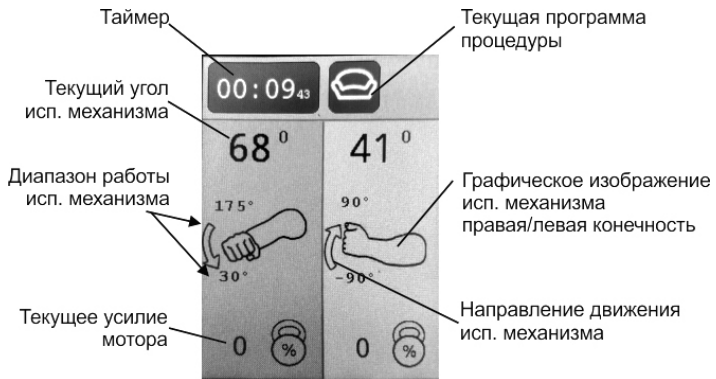

Рисунок 5.3 – Дисплей режима выполнения процедуры
5.1. Дисплей режима выполнения процедуры (см. рис. 5.3).
- В зоне А: заданный пользователем диапазон работы, текущее положение (угол) в градусах (аналогично рис. 5.3) для механизма А, а также меню его установок.
- В зоне В: заданный пользователем диапазон работы, правая (левая) конечность, текущее положение (угол) в градусах (аналогично рис. 5.3) для механизма В, а также меню его установок.